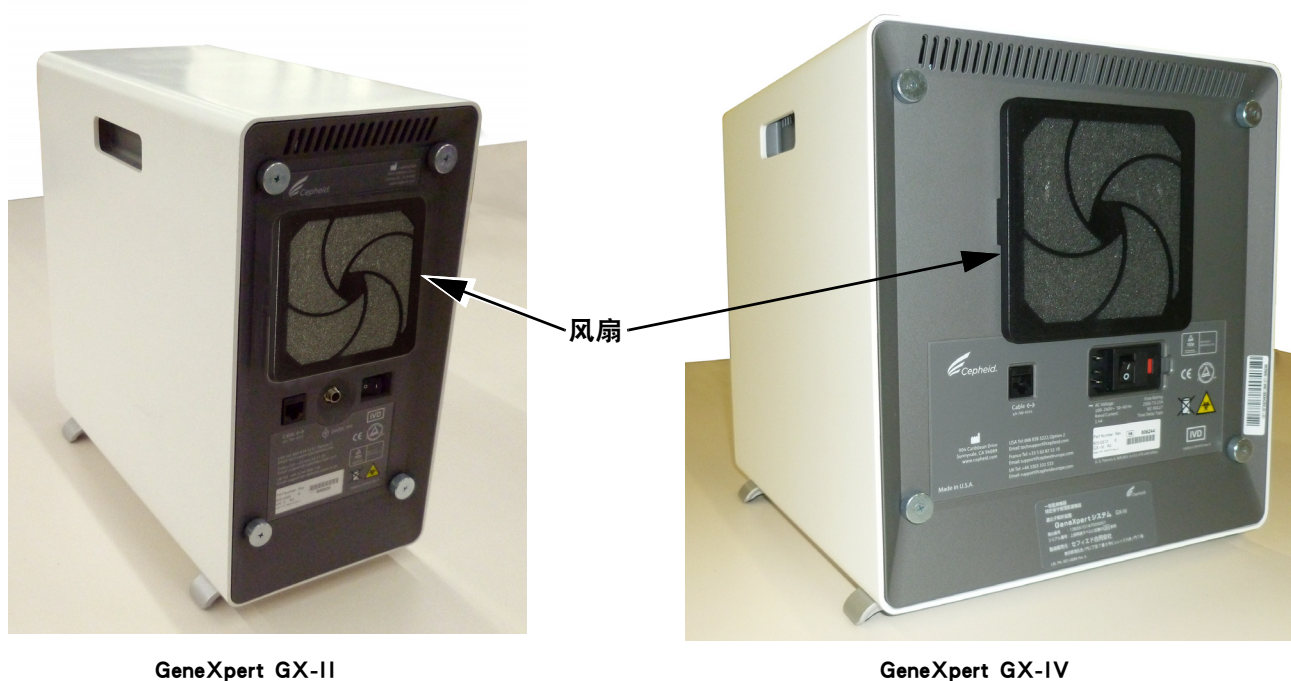

图 9-8. GeneXpert GX-II 和 GeneXpert GX-IV 仪器（已调整到方便风扇维护的位置）
每周清洁一次风扇过滤器，如果您在高污染、多灰尘或烟雾的地方操作仪器，必要时，可以更频繁地清洁。每季度更换风扇过滤器；如有必要，可更频繁一些。GeneXpert GX-II 和 GeneXpert GX-IV 仪器上都有一个风扇过滤器。风扇过滤器位于仪器的背面（见图 9-8）。该程序所需的材料如下：
3. 调整仪器位置，以便于维护风扇过滤器。参见图 9-8。
每周清洁一次风扇过滤器，如果您在高污染、多灰尘或烟雾的地方操作仪器，必要时，可以更频繁地清洁。每季度更换风扇过滤器；如有必要，可更频繁一些。GX-II 和 GX-IV 仪器上都有一个风扇过滤器。风扇过滤器位于仪器的背面。参见图 9-8。该程序所需的材料如下：